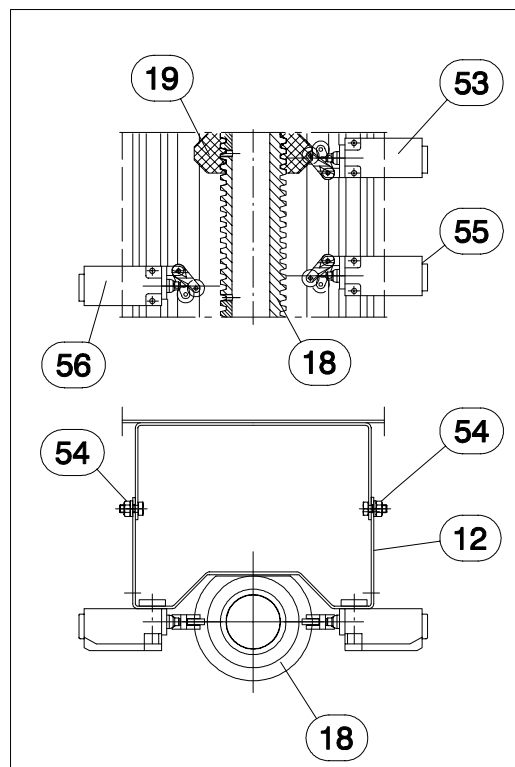

Abb. 22
- Mitnehmermutter so drehen, dass die Fläche der Mitnehmermutter zum Führungsblech der Endschalterkonsole (47.1) zeigt (s. Abb. 22).
- Durch das Lösen der Sechskantschrauben M8x25 mit Sechskantmutter und Scheibe (49) das Führungsblech der Endschalterkonsole (47.1) bis auf die Fläche der Mitnehmermutter (19) schieben. Abstand zwischen der Fläche der Mitnehmermutter (19) und dem Führungsblech der Endschalterkonsole (47.1) ca. 1mm (s. Abb.22).
- Unteren Endschalter (53) durch das vorgegebene Lochbild durch die im Führungsblech der Endschalterkonsole (47.1) befindlichen Langlöcher mittels Zylinderkopfschrauben M5x35 (54) verschrauben (s. Abb.22).
- Unteren Endschalter (53) so ausrichten, dass dieser bei geschlossenen Tor betätigt ist.
- Tor in geöffnete Stellung bringen (Mitnehmermutter (19) bewegt sich nach rechts).
- Oberen Endschalter (55) durch das vorgegebene Lochbild durch die im Führungsblech der Endschalterkonsole befindlichen Langlöcher mittels Zylinderkopfschrauben M5x35 (54) verschrauben.
- Oberen Endschalter (55) so ausrichten, dass dieser bei geschlossenen Tor betätigt ist.
- Sicherheitsendschalter (56) auf die gegenüberliegende Seite der unteren und oberen Endschalter montieren (s. Abb. 22)
- Sicherheitsendschalter (56) so ausrichten, dass dieser vom Fahrweg hinter dem oberen Endschalter sitzt und nicht betätigt ist (s. Abb.22).